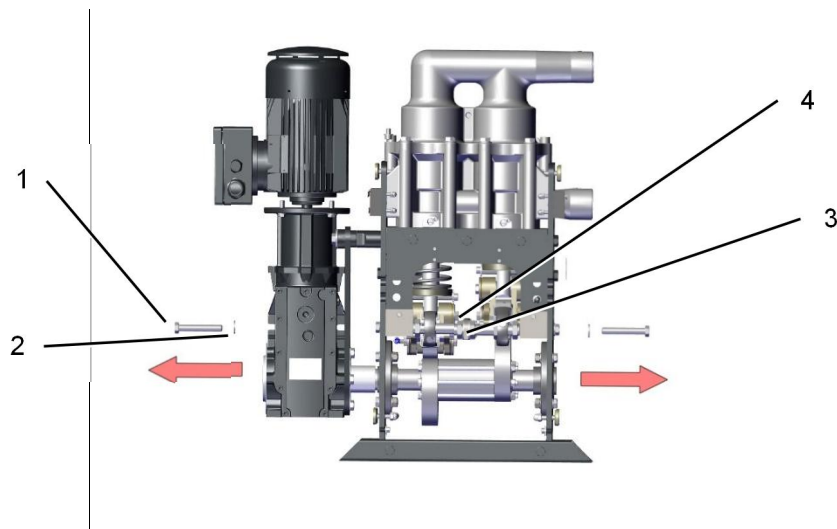

图 7-2：横向轴的拆卸（取出泵单元）
- 用 30 mm 的叉形扳手拧松连杆 (4) 的四枚 M20 x 1.5 六角螺母 (3)，并拆下连杆 (4) (图 7-2：横向轴的拆卸（取出泵单元）)。
- 用 19 mm 的叉形扳手拧下两枚 M12 x 80 六角螺栓 (1)，并将垫圈 (2) 一同拆下。